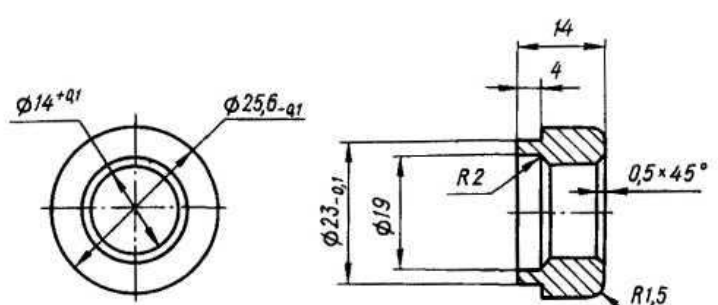

Рис. 191. Оправка для выпрессовки и запрессовки втулки вала сошки рулевого механизма и втулок кронштейна маятникового рычага
Выпрессуйте втулку из картера с помощью оправки (рис. 191) и ручки (рис. 157). Выпрессуйте или удалите путём расточки втулку из крышки;
- запрессуйте с помощью оправки (рис. 191) и ручки (рис. 157) новые втулки в картер и крышку);
Выпрессуйте втулки из кронштейна с помощью оправки (рис. 191) и ручки (рис. 157) или удалите путём расточки;
- запрессуйте с помощью оправки (рис. 191) и сменной ручки втулки в кронштейн (поочередно с торцов кронштейна) фаской внутрь. От плоскости со стороны запрессовки втулки должны быть углублены на 1,5 мм (для образования смазочных канавок);